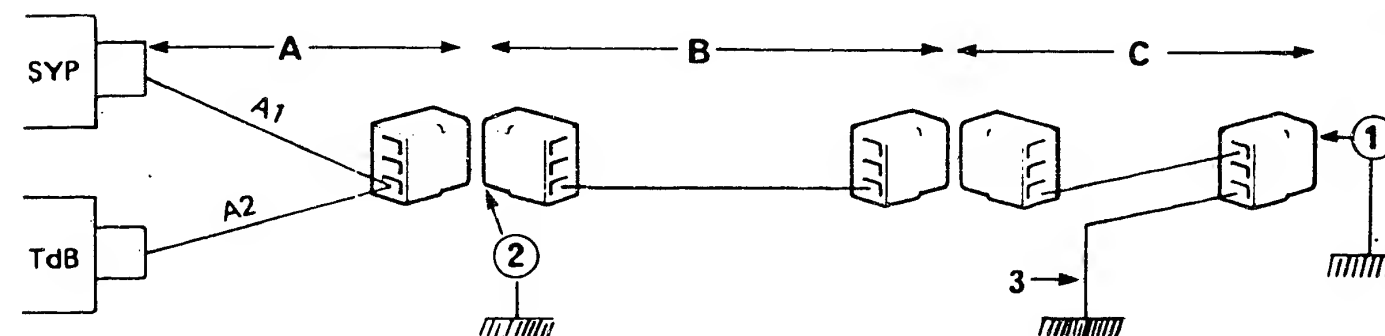

Bild 76 Sprachsynthesizer – Simulieren von Störungen beim V6
- **Ausfall der optischen und akkustischen Warnung:** Der Stecker des betreffenden Gebers ist (nach Bild 76) an Masse zu legen. Ist dies ohne Erfolg, so ist das Kabel in Punkt 2 an Masse zu legen, usw.
- **Ausfall einer Warnfunktion:** In 2 (Bild 76) Masse herstellen. Je nach Störung Kabelstrang A1 oder A2 prüfen, bzw. den Sprachsynthesizer (SYP) oder die Anzeigetafel (TdB) ersetzen.